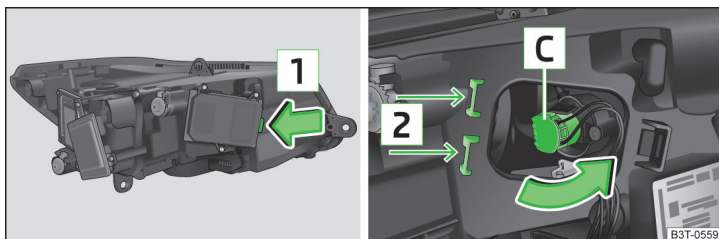

Fig. 205 Phares au xénon : remplacement de l'ampoule du feu de route
- Déverrouillez le cache dans le sens de la flèche **1** » fig. 205.